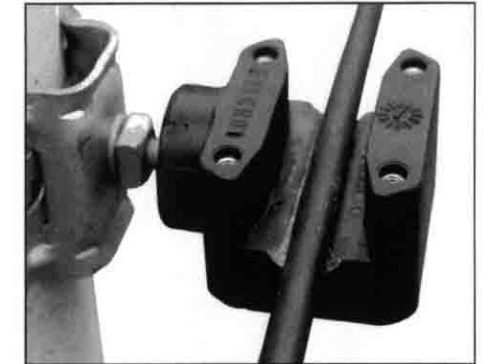

Figura 4
- 4.04. Coloque el manguito inferior dentro del cuerpo del Soporte y posicione el cable en la acomodación del mismo (figura 4).